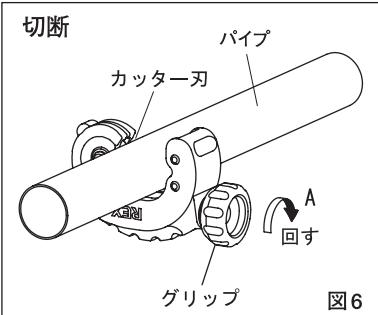

図6
- ①パイプの切断位置をマーキングしカッターをセットしてください。この時パイプの先端はローラー幅以上に出してください。(図6)